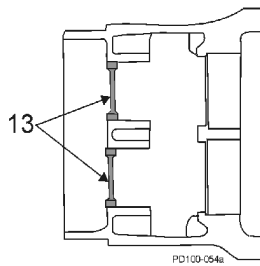

Abb.75 Ausbau der hinteren Öldichtungen
8. Drücken Sie beide hinteren Öl-Lippendichtungen im Getriebegehäuse (Abb. 75, Pos. 13) und entsorgen Sie diese.